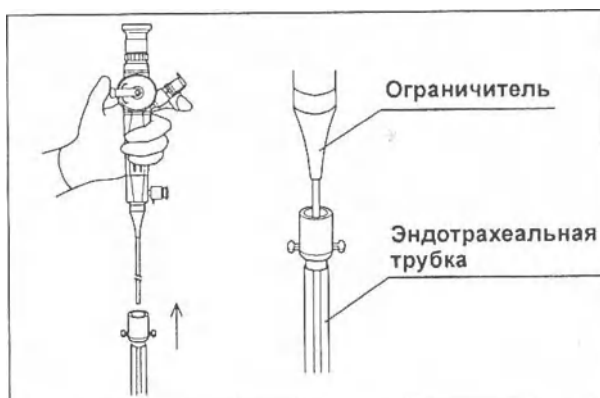

Рис. 4.2
3. Насадите эндотрахеальную трубку на вводимую трубку эндоскопа по направлению к блоку управления (см. Рис. 4.2).